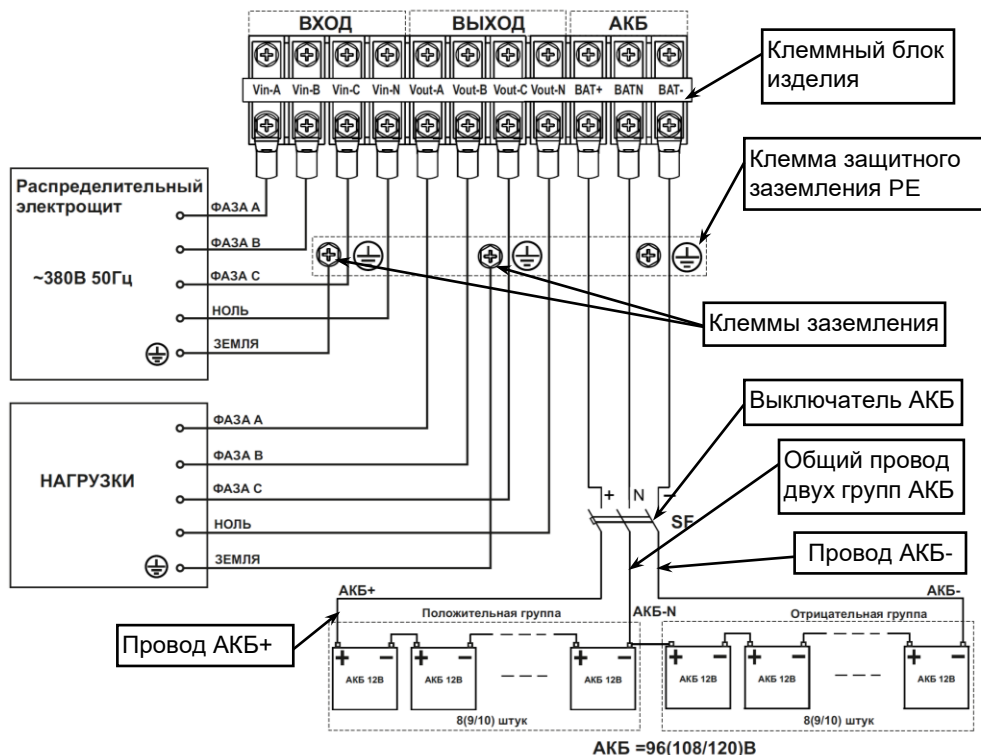

Рисунок 23 – Схема подключения изделия и монтажа аккумуляторной батареи.
- Включите защитный автоматический выключатель АКБ (SF) или выключатель группы предохранителей (при их использовании), см рисунок 23.
Между АКБ и изделием должен быть подключен DC – совместимый термоманитный трехполюсный защитный автоматический выключатель SF, (или другое устройство защиты, например группа предохранителей с трехполюсным выключателем), расположенный как можно ближе к АКБ, см. рисунок 23.
- номинальное напряжение выключателя должно быть не менее рабочего напряжения положительной/отрицательной группы АКБ (см. рисунок 23);
Затем выполнить, **с соблюдением полярности**, последовательное соединение аккумуляторных батарей 12В, в соответствии с двуполярной схемой (см. рисунок 23) при помощи перемычек АКБ (**перемычки АКБ в комплект поставки НЕ входят**).
- Проводники фаз А, В, С и провод N питающей линии от распределительного щита, предназначенные для подключения на входы изделия, должны быть обесточены (см. рисунок 23)
- подключение кабелей к клеммному блоку выполняйте в соответствии со схемой (см рисунок 23) и маркировкой, нанесенной на клеммном блоке изделия;
- подключите провода заземления кабелей подключения питающей сети и нагрузки к соответствующим клеммам заземления изделия (см. рисунок 23);
- к клеммам заземления каждого изделия подключите провода заземления кабелей подключения питающей сети и нагрузки (см. рисунок 23);